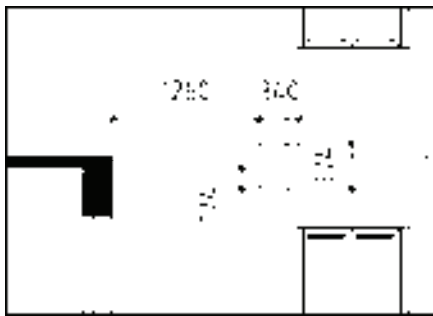

图 13-220 绘制矩形
1) 绘制剖断梁。调用“矩形”命令，绘制尺寸为 340mm×374mm 的矩形；调用“修剪”命令，修剪多余线段，结果如图 13-220 所示。